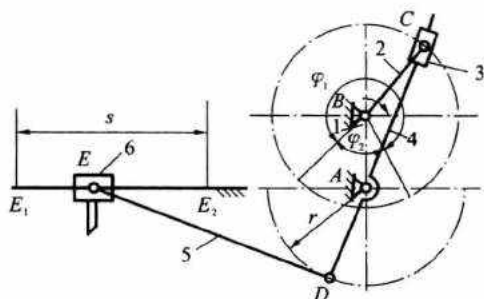

图 1-2
2. 试计算图 1-2 所示机构的自由度, 说明六杆机构由哪两个基本机构组成, 有何特点, 是否存在急回特性? 在何条件下图示机构存在死点?